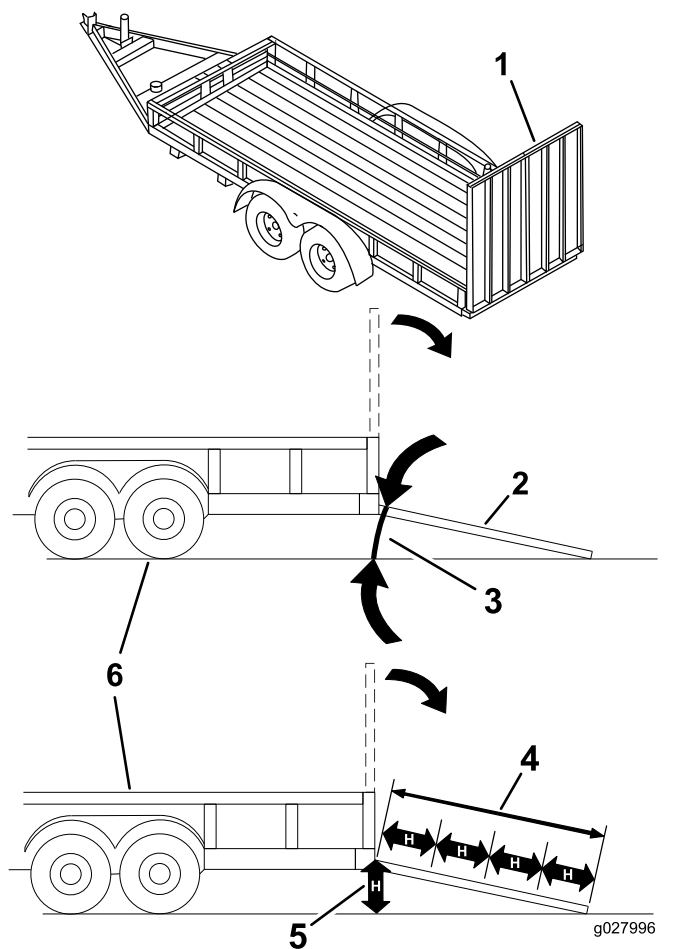

Figura 35
El cargar la máquina en un remolque o un camión aumenta la posibilidad de un vuelco y podría causar lesiones graves o la muerte (Figura 35).
3. Baje la rampa, asegurándose de que el ángulo entre la rampa y el suelo no supera los 15 grados (Figura 35).
1. Baje la rampa, asegurándose de que el ángulo entre la rampa y el suelo no supera los 15 grados (Figura 35).